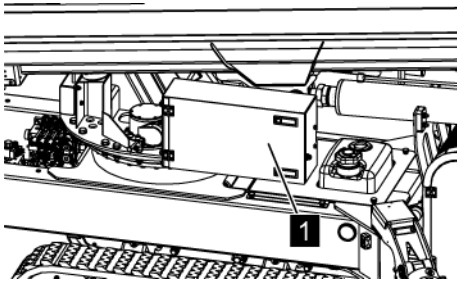

Abb. 169: Hydrauliksteuerkasten
6. → Den Hydrauliksteuerkasten (Abb. 169/1) öffnen.